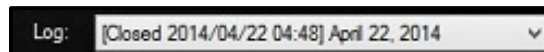

Figure 5.4-2: Exemple d'un journal fermé
3. Le nom du fichier journal sera automatiquement changé pour « **Closed** » avec la date et l'heure de la fermeture. (Figure 5.4-2).